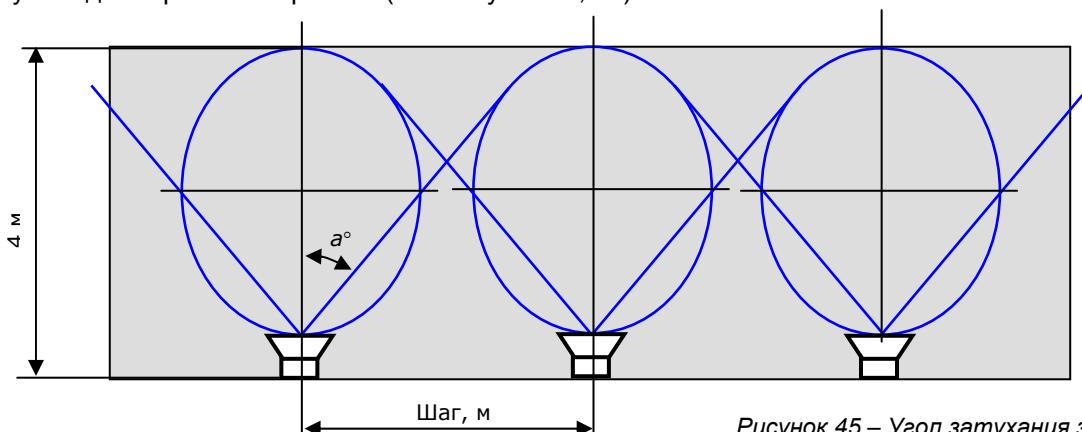

Рисунок 45 – Угол затухания звукового давления
5.1.5 Поскольку диаграмма направленности настенного громкоговорителя имеет пространственную форму, выражаемую эллипсом или прямоугольником, необходимо учесть затухания сигнала при смещении в сторону от его центральной оси – это необходимо для определения шага размещения громкоговорителей. Уровень звукового давления, рассчитанный в пункте г), соответствует центральной оси громкоговорителя. Для определения величины угловых затуханий и допустимого угла диаграммы направленности ( $\alpha$ ), необходимо воспользоваться технической документацией на предварительно выбранную модель громкоговорителя (см. Рисунок 45, 46).
Полученное угловое значение показывает, при каком смещении от центральной оси громкоговорителя будет обеспечено нормальное качество звука и уровень звукового давления при максимальной паспортной мощности громкоговорителя. Зная длину помещения и угол  $\alpha$ , можно рассчитать шаг установки громкоговорителей (см. Рисунок 45).